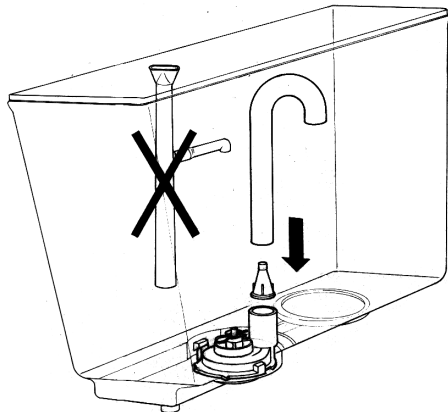

figura 2
- 6 - Para reducir la espuma que ciertos productos (café, té, horchada, etc.) producen al ser removidos por la bomba, se puede aplicar al grupo un dispositivo reductor de flujo y el propio tubo curvo (ver figura 2).